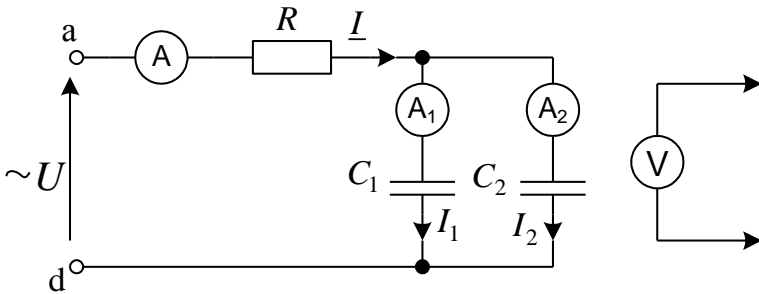

Рис. 40
4. Відповідно до схеми на рис. 40 паралельно до конденсатора C_1 під'єднати конденсатор C_2 , амперметри A_1 і A_2 , та провести ті ж самі дії, що в пп. 1, 2, 3. Результати вимірювань записати у звітну таблицю 2.